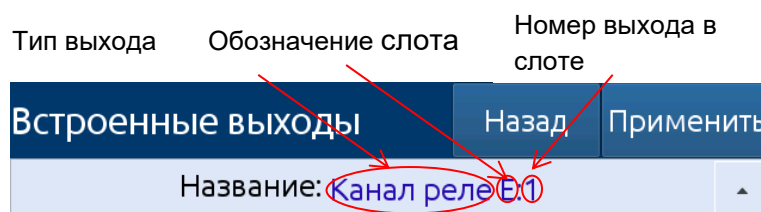

Рисунок 2.47 – Описание параметра «Название» в меню «Встроенные выходы»
«**Название**» – каждый выход уже имеет название, определенное РМТ 19, и пользователь не может его изменить (см. рисунок 2.47).
«**Название**» – каждый выход уже имеет название, данное РМТ 19, и пользователь не может изменить его (см. рисунок 2.47).
**«Название»** – каждому выходу РМТ 19 уже присвоено название, изменить которое пользователь не может (см. рисунок 2.47).